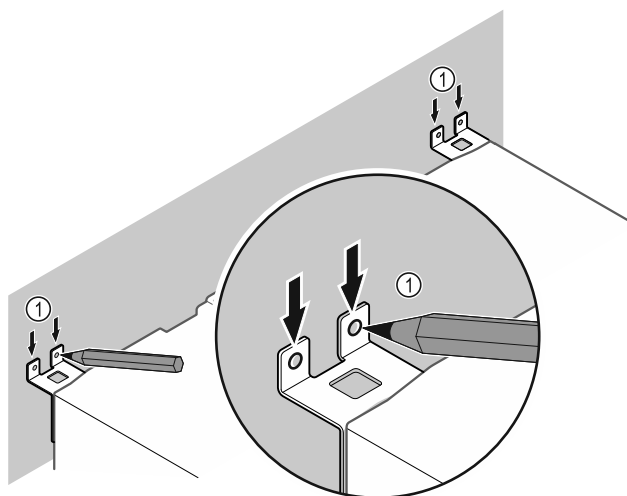

Fig. 12
- ▶ Veiciet uz sienas atzīmes Fig. 12 (1).